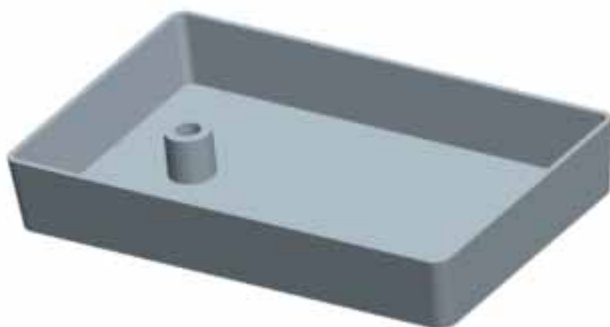

图 46-15
- (4) 单击特征操控板中的  按钮，完成拉伸特征建立，如图 46-15 所示。